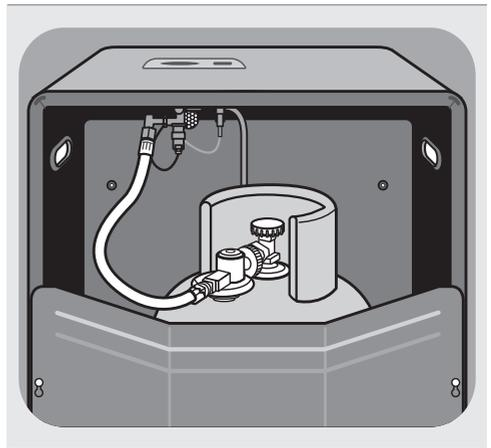

Abb.3: Installation der Gasflasche
1. Stellen Sie die Gasflasche in den Innenraum des Gas-Katalytovens. Beachten Sie dabei: Der Gasschlauch darf auf keinen Fall geknickt und/oder verdreht werden. Drehen Sie die Flasche so, dass Gasschlauch und Druckregler nach außen zeigen (siehe Abb. 3). Stellen Sie sicher, dass der Gasschlauch genügend Raum hat und somit keine Knicke aufweist. Der Gasschlauch darf nicht unter Spannung bzw. unter Zug stehen.